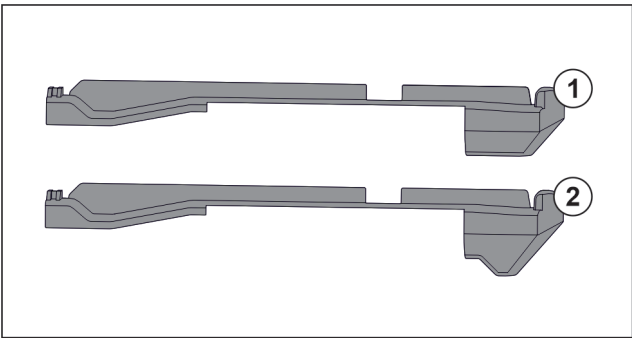

Fig. 18 对比插装件
冰箱中有两种不同的插装件。最底部抽屉上方的插装件 Fig. 18 (2) 有一个三角形的边缘。其他所有的插装件 Fig. 18 (1) 都有一个直的边缘。
- ▶ 将带有三角形边缘的插装件 Fig. 18 (2) 安装在最底部抽屉上方。
- ▶ 将带有直边缘的插装件 Fig. 18 (1) 安装到所有其他的位置上。